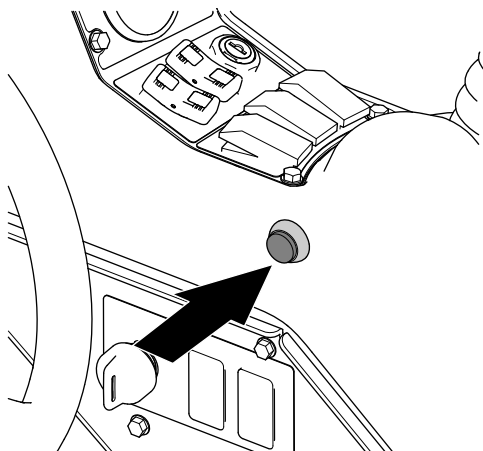

Bild 240
7. Schalten Sie an der Maschine den Hauptabschnittsschalter in die EIN-Stellung (Bild 240).